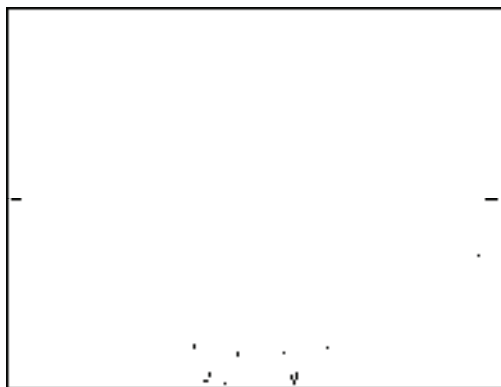

图 7-35 绘制踢脚线
6) 按〈Enter〉键返回“踢脚线生成”对话框, 单击“确定”按钮关闭对话框, 即可完成踢脚线的绘制, 结果如图 7-35 所示。